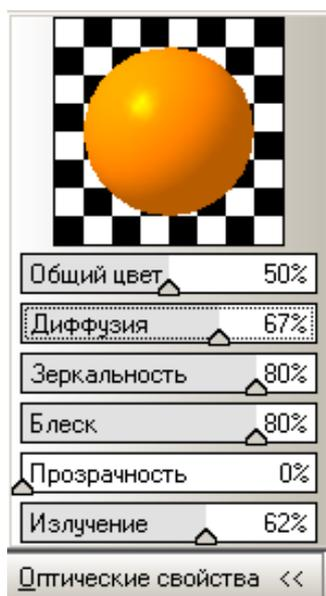

Рис. 10.15.
2.9.4. Изучите возможности управления оптическими свойствами детали: **Общий цвет, Диффузия** и т.д. (рис. 10.15). В верхней части